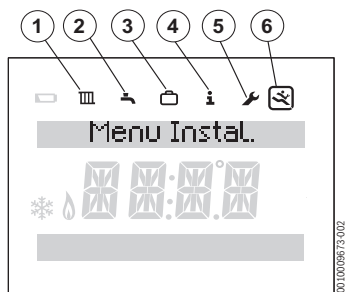

Fig. 12 Affichage du menu installateur
- ▶ Appuyer sur les touches **menu** et pour afficher le menu principal avec le menu de service (→ fig. 12).